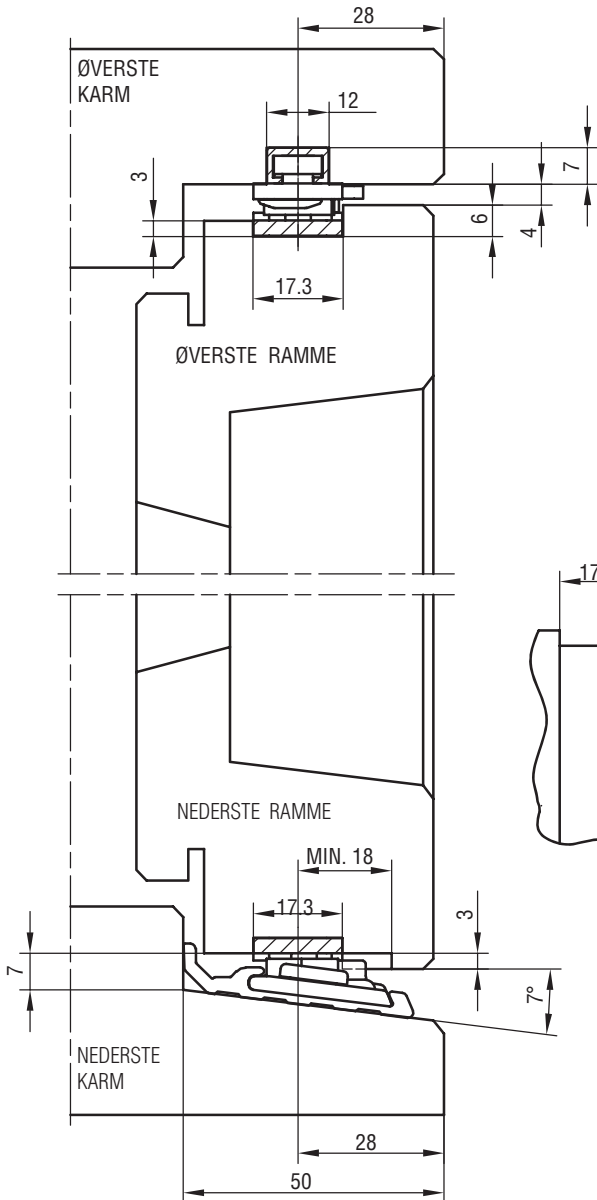

FIG. 1
1. BESLAGET ANBRINGES I ØVERSTE OG NEDERSTE KARM, SÅLEDES BESLAGET LÆGGER AN MOD SIDEKARMEN, OG SKRUES FAST (FIG. 1 OG 2). DER ANVENDES SKRUE 4.0.